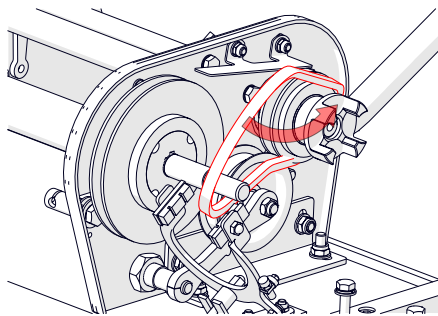

Fig. 15F – Substitua a correa da transmissão.
7. Retire as correias e substitua (se necessário) (Fig. 15F).